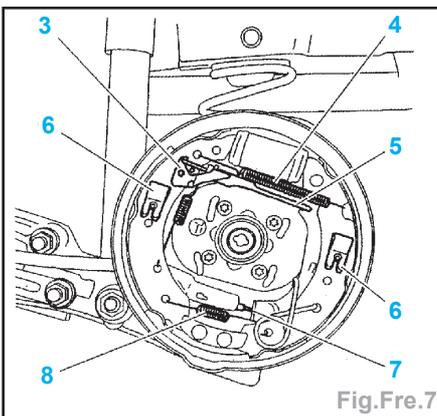

Fig.Fre.7
- Déposer (Fig.Fre.7) :
- à l'aide de l'outil [2], le ressort inférieur (8),
- l'agrafe de maintien (6) du segment arrière.
- Désaccoupler le câble de frein de parking (7) de l'étrier.
- le ressort supérieur (4),
- la biellette de rattrapage (5),
- le levier et le ressort du système (3) du rattrapage de jeu,
- l'agrafe de maintien (6) du segment avant,